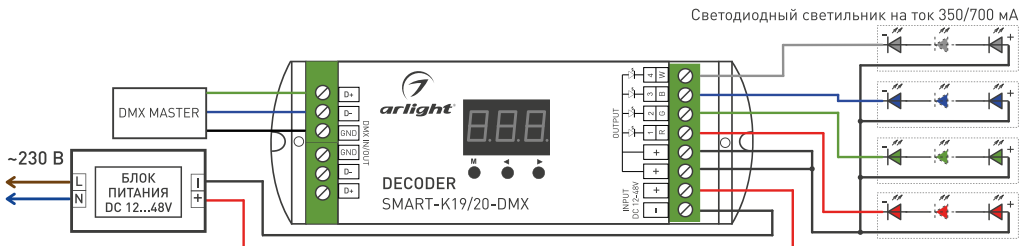

Рисунок 1. Схема подключения декодера.
- 3.3. Согласно схеме (см. Рисунок 1) подключите светодиоды или другой совместимый светодиодный источник света к выходу OUTPUT декодера. К входу DMX INPUT подключите источник DMX-сигнала. К входу INPUT 12-48 В подключите блок питания. Соблюдайте полярность и порядок подключения проводов к клеммам.